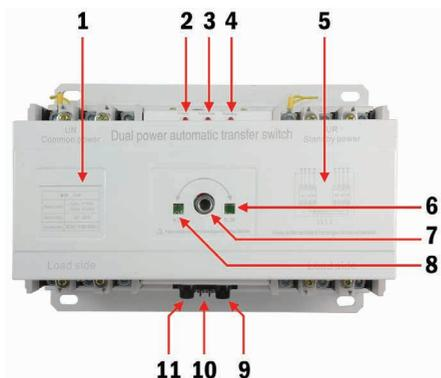

Рис. 1
- 1.2. Вставьте съемный рычаг управления в отверстие (п. 7, рис. 1).
- 1.3. Вращая рычаг управления, установите переключатель источника питания в положение OFF (оба источника питания отключены от нагрузки). Оба индикатора (п. 6, 7, рис. 1) зеленые.
- 1.8. Включите источники питания. На приборе должен загореться индикатор питания прибора (п. 2, рис. 1).
- 2.1. Установите переключатель режима работы (п. 4, рис. 1) в ручной режим (Manual, кнопка ВЫКЛ).
- 2.2. Выберите источник питания, повернув рычаг управления в необходимое положение. Левое положение (красный индикатор основного источника питания (п. 5, рис. 1) – выбор основного источника питания. Правое положение (красный индикатор резервного источника питания (п. 6, рис. 1) – выбор резервного источника питания.
- 2.3. При переключении источника питания загораются индикаторы (п. 3, 4, рис. 1) в зависимости от выбранного источника.